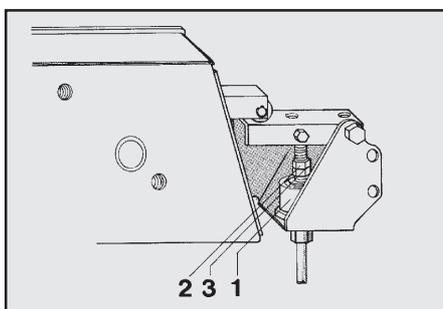

Рис. 16.6
Если гидравлический цилиндр (рис. 16.6/1) не переключает пульт управления, то на выдвинутом цилиндре необходимо произвести следующие настройки:
- Отвинтить контргайку (рис. 16.6/2).
- Гайку (рис. 16.6/3) прокрутить против часовой стрелки настолько, пока пульт управления не переключится со звуком. После этого повернуть гайку на два оборота и законтрить.
- Затянуть контргайку (рис. 16.6/2).